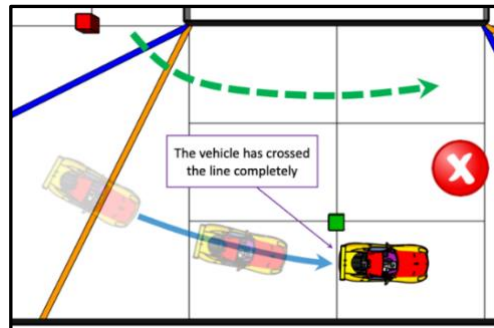

Bild 15: Hindernis wurde auf der falschen Seite vollständig passiert
9.5.3. ein Hindernis vollständig auf der falschen Seite passiert wurde (s. Bild 15)